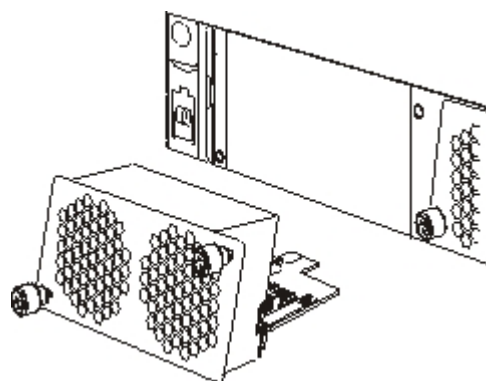
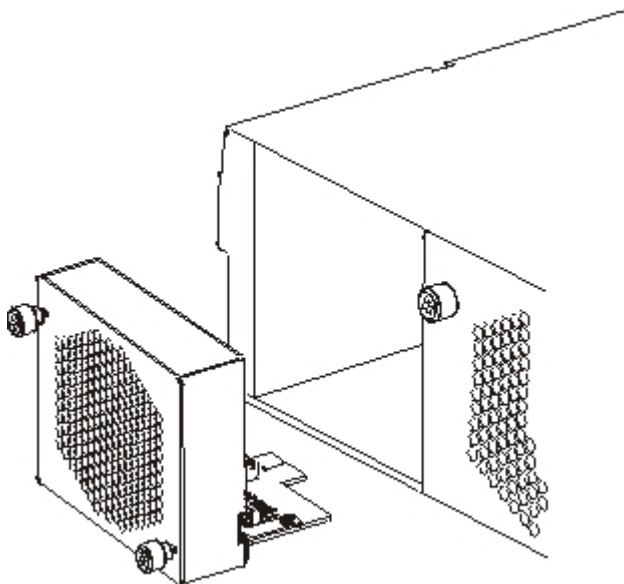

Figure 21. Retrait d'un module de ventilation d'un dispositif Type 7198
Figure 22. Retrait d'un module de ventilation d'un dispositif Type 7199
4. Retirez le module de ventilation, comme illustré à la figure 21 ou figure 22, à la page 60.